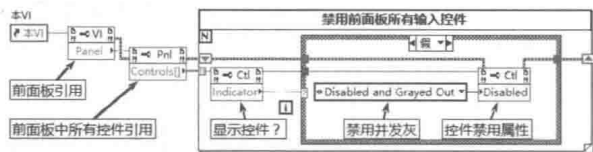

图 6-15 禁用所有输入控件并使其变灰
(1) 下面的例子禁用前面板中所有的输入控件并使其发灰，禁用后用户无法操作输入控件。其中使用了 Disabled 属性节点，有几个输入值可以选择：0 表示启用；1 表示禁用；2 表示禁用并发灰。新版本提供了枚举控件，不再需要直接输入数值。通过控件的 Indicator 属性，判断控件是否为显示控件，如果不是，则为输入控件，如图 6-15 所示。